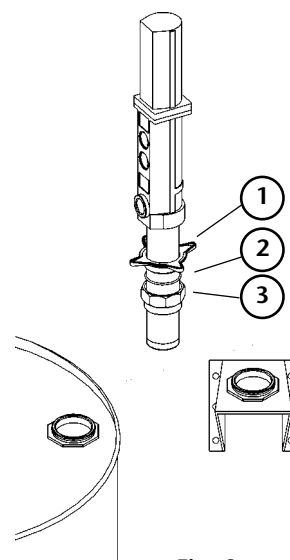

Fig. 2
These pumps can be mounted directly on drums or on a wall bracket fitted with a 2" bung (Fig 2). Loose the star nut (1) of the bung adaptor to remove the lower nut (3), and screw this into the 2" bung opening of the drum or bracket. Place the star nut (1) and the split ring (2) on the suction tube. Slide the pump through the opening and fasten the assemble at the desired height by tightening the star nut (1).
Las bombas pueden ser montadas directamente sobre bidones o sobre un soporte mural que dispongan de rosca 2" BSP H (Fig. 2). Afloje la tuerca en estrella (1) del adaptador para extraer la parte inferior del mismo (2) y rosclarla en el brocal de 2" del bidón o del soporte. Coloque la tuerca en estrella (1) y el anillo (2) del adaptador en el tubo, introduzca la bomba por el brocal y apriete el conjunto a la altura deseada.
Les pompes peuvent être installées directement sur fût ou sur un support mural muni d'un raccord 2" BSP (F) (Voir Fig. 2). Desserrer le raccord en étoile (1) de l'adaptateur pour extraire la partie inférieure de ce dernier (2) et la fixer à l'orifice 2" du fût ou du support. Placer le raccord en étoile (1) ainsi que l'anneau (2) de l'adaptateur dans le tube et introduire la pompe par l'orifice du fût ou du support en serrant l'ensemble des éléments à la hauteur désirée.